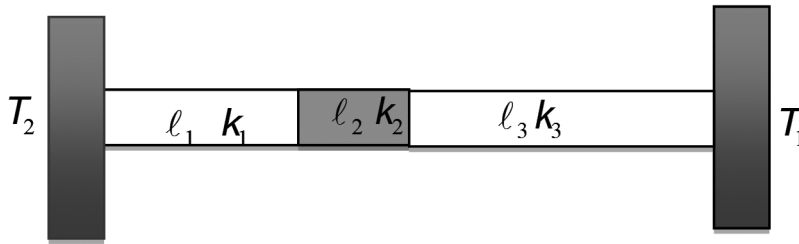

Figura 6.8: Associação em série de condutores térmicos.
a) Utilize a analogia anterior para escrever a resistência à passagem de calor de uma associação em série de barras (**Figura 6.8**) com áreas iguais a A , condutividades térmicas iguais a K_1 , K_2 e K_3 e comprimentos iguais a ℓ_1 , ℓ_2 e ℓ_3 . Dados: $A, k_1, k_2, k_3, \ell_1, \ell_2, \ell_3$.